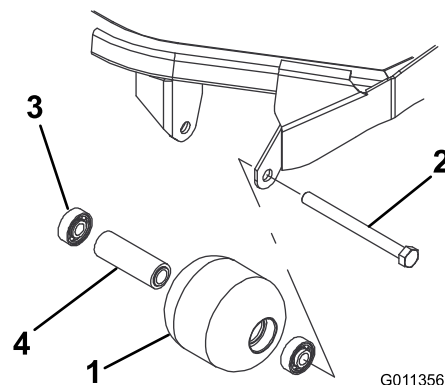

Figura 62
1. Retire el perno de montaje del rodillo (Figura 62).
4. Inspeccione el alojamiento del rodillo, los cojinetes, y el espaciador del cojinete (Figura 62). Sustituya cualquier componente dañado y vuelva a ensamblar el conjunto.
1. Introduzca a presión el primer cojinete en el alojamiento del rodillo (Figura 62). Haga presión solamente sobre el anillo de rodadura exterior, o de forma igual sobre el anillo exterior y el interior.
2. Introduzca el espaciador (Figura 62).
3. Introduzca a presión el segundo cojinete en el alojamiento del rodillo (Figura 62), haciendo presión de manera uniforme sobre el anillo de rodadura interior y el exterior hasta que el anillo de rodadura interior entre en contacto con el espaciador.